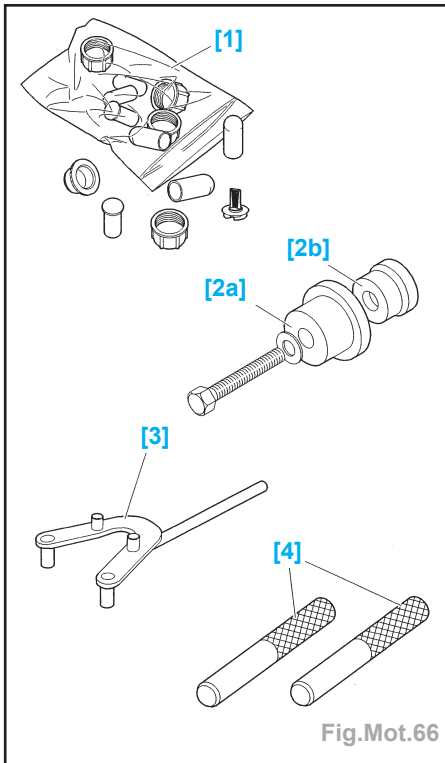

Fig.Mot.66
- Outils nécessaires (Fig.Mot.66) :